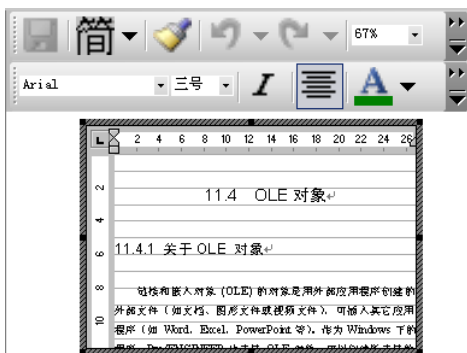

图 9.4.7 Word 中的工具位置
- Step3. 在快捷菜单中选择 **编辑(E)** 命令，OLE 对象将在 Pro/ENGINEER 环境中进行修改，Microsoft Word 的工具栏将在绘图区上方和下方打开，如图 9.4.7 所示。